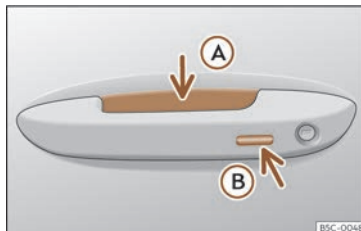

Fig. 82 Asa da porta:superficies sensoras
»» **fig. 82**
- Agarre o asa dunha das portas dianteiras. Ao facelo tocará a superficie do sensor»» fig. 82 (A) (frecha) da asa e desbloqueará o vehículo.
- Prema *unha* vez a superficie sensora de bloqueo»» fig. 82 (B) (frecha) da asa dunha das portas dianteiras. A porta cuxa asa estea activada deberá estar pechada.
- Toque *unha* vez a superficie sensora»» fig. 82 (B) (frecha) da asa dunha das portas dianteiras. O vehículo bloquease co sistema de seguridade "Safe"»» páx. 107. A porta cuxa asa estea activada deberá estar pechada.
- Toque *dúas* veces a superficie sensora»» fig. 82 (B) (frecha) da asa dunha das portas dianteiras para bloquear o vehículo sen activar o sistema de seguridade "Safelock"»» páx. 107.
- Prema o botón de peche  do mando a distancia e toque unha vez, nos 5 segundos seguintes, a superficie sensora de bloqueo da asa da porta do condutor»» fig. 82 . Non agarre a asa da porta, pois de ser así, o vehículo non se bloqueará. Tamén se pode realizar a desactivación se o vehículo está bloqueado a través da pechadura da porta do condutor.
Para **pechar coa función de confort** todas as fiestras eléctricas e o teito de vidro, manteña un dedo durante uns segundos sobre a superficie sensora de bloqueo»» fig. 82  (frecha) da asa da porta ata que se pechen as fiestras e o teito.
As superficies sensoras das asas das portas poderían activarse ao recibir un chorro de auga ou de vapor a gran presión en caso de que houbera algunha chave do vehículo válida na zona próxima. Se polo menos unha das fiestras con alzávidros eléctrico está aberta e a superficie sensora» fig. 82 B (frecha) dunha das asas está activada de forma permanente, pecharanse todas as fiestras.
- **OU BEN:** toque dúas veces a superficie sensora situada na parte exterior da asa da porta»» fig. 82 .